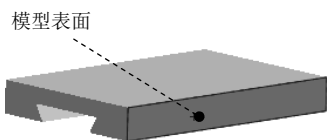
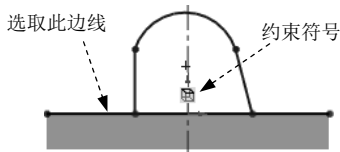

图 5.1.23 选取草绘平面
图 5.1.24 转换实体引用
(1) 选取草图基准面。选取如图 5.1.23 所示的模型表面作为草图基准面,进入草图绘制环境。
(2) 绘制特征的横断面草图。
① 绘制草图轮廓。
a) 绘制如图 5.1.24 所示的横断面草图的大体轮廓。
b) 转换实体引用。选取如图 5.1.24 所示的边线，然后选择下拉菜单 **工具(T)** **→** **草图工具(I)** **→** **转换实体引用(C)** 命令（或在“草图”工具栏中单击  按钮），该边线变亮，其上面出现“实体转换引用”的约束符号 ，此时该边线就变成当前草图的一部分。